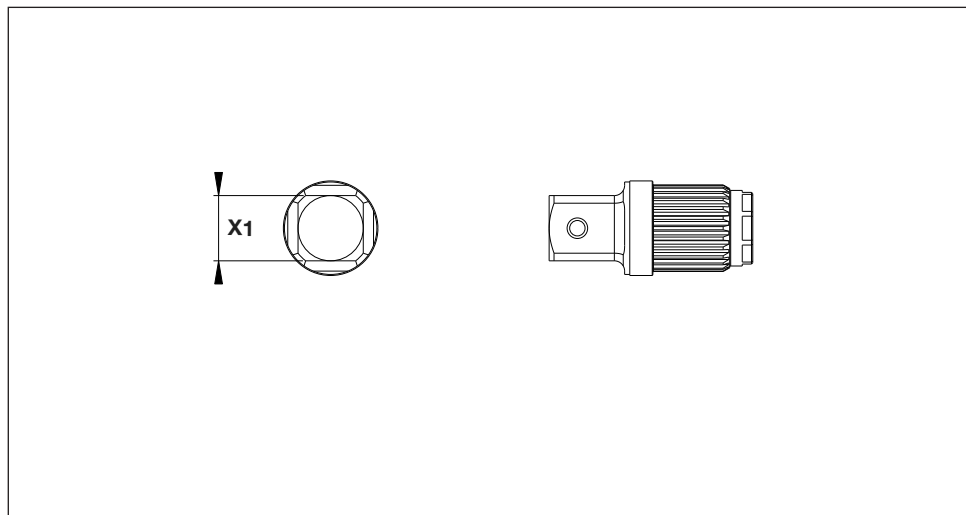

Рис. 32
6.6 Размеры, дюймовые квадратные адаптеры серии SD (рис. 32)